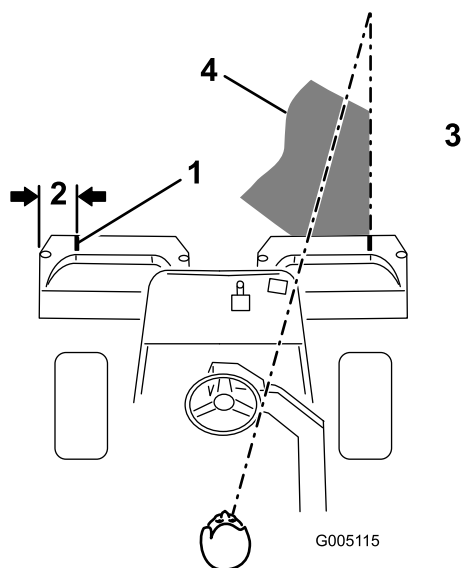
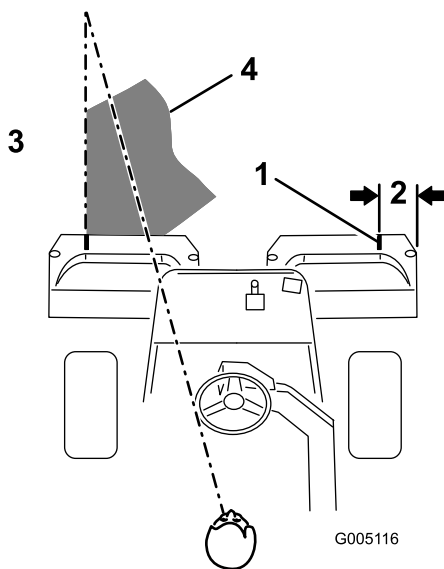

Figure 29
Figure 30
2. Placez une bande de papier blanc ou un trait de peinture sur chaque bac parallèlement à son bord extérieur (Figure 29).
3. Minimisez le chevauchement de la passe précédente lors de la passe de retour. Pour vous aider à conserver une ligne droite en travers du green et à maintenir la machine à égale distance du bord de la passe précédente, établissez une ligne de vision imaginaire à environ 1,8 à 3 m en avant de la machine jusqu'au bord de la partie non coupée du green (Figure 29 et Figure 30). Certaines personnes trouvent utile de faire passer la ligne de vision par le bord extérieur du volant, c.-à-d. de maintenir le bord du volant aligné avec un point se trouvant toujours à la même distance par rapport à l'avant de la machine (Figure 29 et Figure 30).